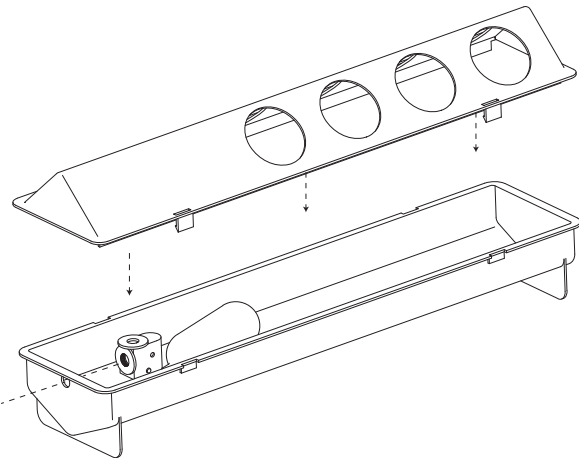

Figure 1
3. Install the brass fitting into the watering trough, keeping the nut on the outside of the trough (See Figure 1)
3. Installez le raccord en laiton dans l'abreuvoir en gardant l'écrou à l'extérieur de l'abreuvoir (voir Figure 1).